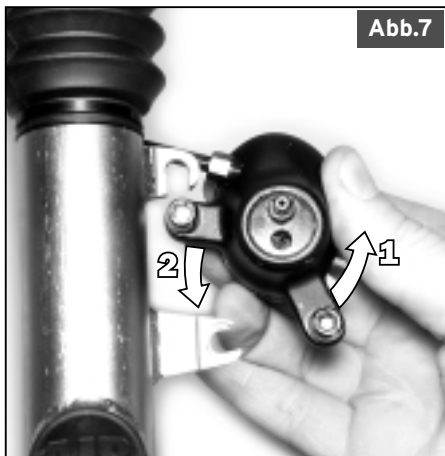

Abb.7
1. Mit einem 5 mm Inbusschlüssel beide Befestigungsschrauben der Bremszange lockern (nicht entfernen!). Unteren Teil der Bremszange gegen den Uhrzeigersinn nach hinten/oben schwenken, so dass die untere Befestigungsschraube aus der Bremsbefestigung an der Gabel herausgleitet. Jetzt den oberen Befestigungsbolzen heraus-schrauben. Vgl. Abb. 7. Das Rad kann erst nach Demontage der Bremse herausgenommen werden.